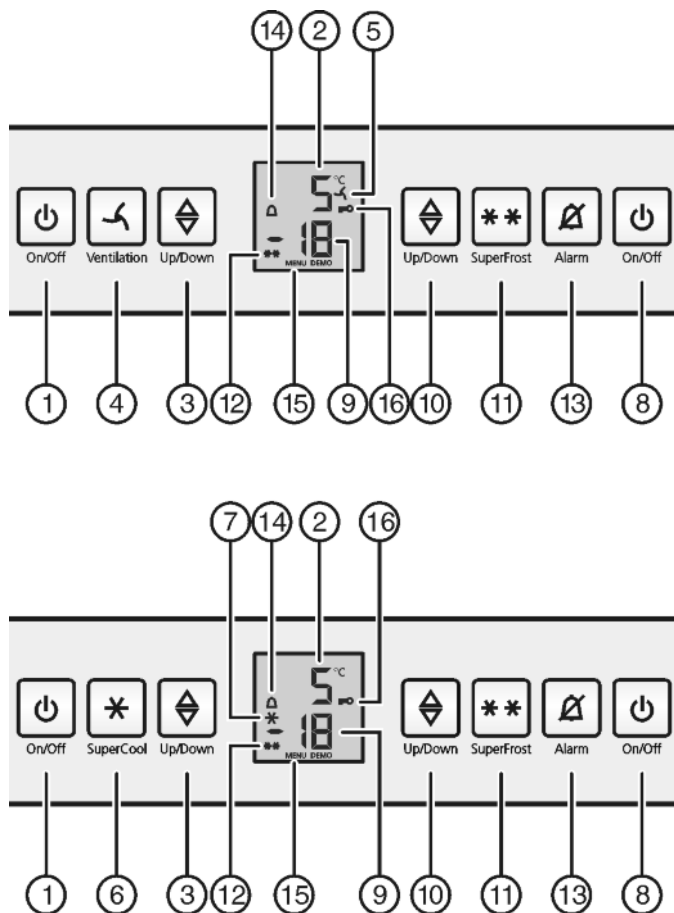

Fig. 2
- ▶ Нажмите кнопку On/Off морозильного отделения Fig. 2 (8).
- ▶ Нажмите кнопку On/Off холодильного отделения Fig. 2 (1).
- ▶ Активация режима настройки: Нажмите кнопку SuperFrost Fig. 2 (11) и удерживайте ее прим. 5 секунд.
- ▷ На индикаторе будет отображаться символ «Меню» Fig. 2 (15).
- ▶ Для подтверждения нажать и отпустить кнопку «SuperFrost» Fig. 2 (11).
- ▷ На индикаторе горит символ «Защита от детей» Fig. 2 (16).
- ▶ Нажмите и сразу отпустите кнопку On/Off морозильного отделения *Fig. 2 (8)*.
- ▶ Активация режима настройки: Нажмите кнопку SuperFrost *Fig. 2 (11)* и удерживайте ее прим. 5 секунд.
- ▷ На индикаторе будет отображаться символ «Меню» *Fig. 2 (15)*.
- ▶ Для подтверждения нажать и отпустить кнопку «SuperFrost» *Fig. 2 (11)*.
- ▷ Символ «Защита от детей» *Fig. 2 (16)* гаснет.
Одновременно мигает индикация температуры и символ тревоги *Fig. 2 (14)*.
Звуковой сигнал выключается автоматически, символ аварийного сигнала *Fig. 2 (14)* выключается и индикатор температуры перестает мигать, если температура снова становится достаточно низкой.
- ▶ Нажмите кнопку Alarm *Fig. 2 (13)*.